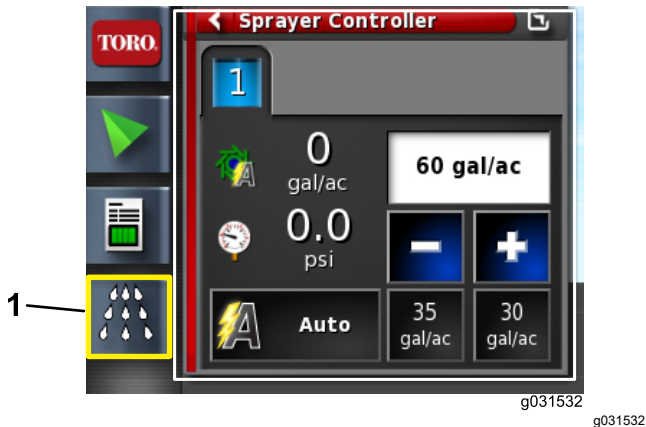

Bild 41
2. Öffnen Sie das Symbol für das Sprühsteuergerät (Bild 41).